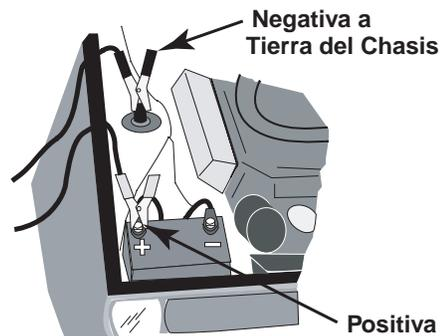

Figura B.3. Tierra Negativa
a. Vehículos de tierra negativa (El tipo más común, vea la Figura B.3).